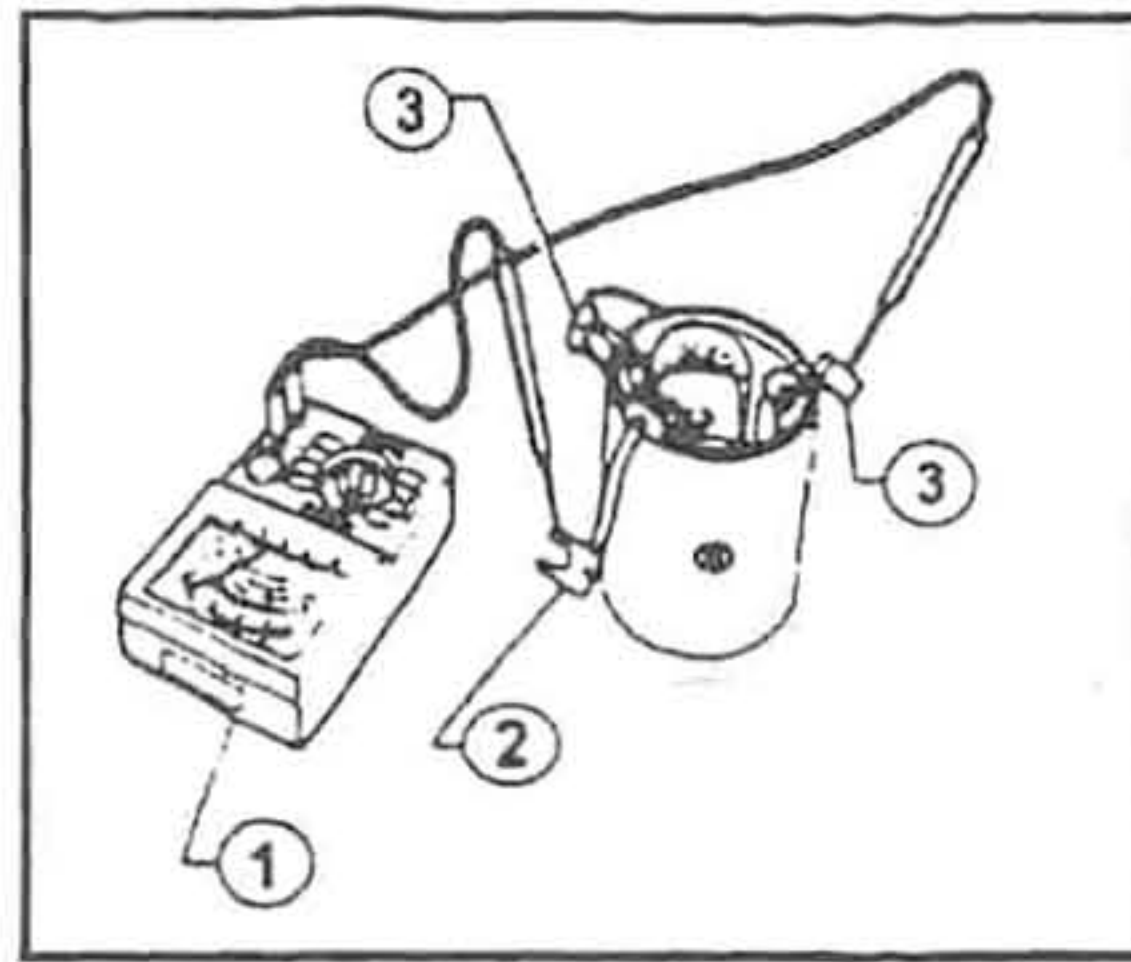

Рис. 725. 1. Омметр. 2. Вывод обмотки возбуждения. 3. Плюсовые щетки.
выводом обмотки возбуждения (2) и плюсовыми щетками (3) с помощью омметра (1) (рис. 725).